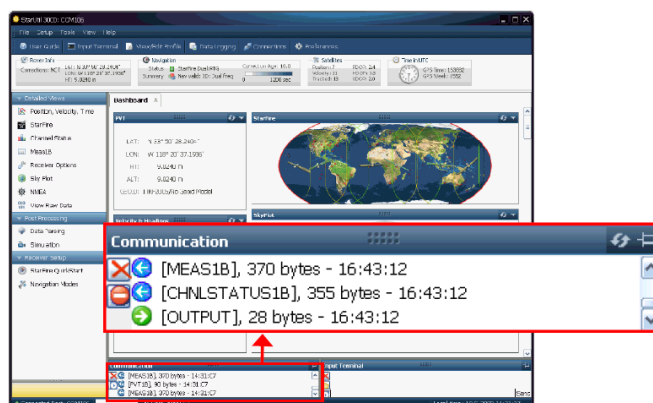

Figura 2: Janela *Communication* StarUtil-3000
7. Verifique que o SF-3050 esteja conectado ao PC. Veja mensagens na janela *Communication* que indica que uma conexão válida foi estabelecida na Velocidade de comunicação (baud rate) requerida (ver Figura 2).
16. Verifique se o SF-3050 está conectado ao PC. Role as mensagens na janela *Communication* que indica que uma conexão válida está estabelecida na taxa baud requerida (ver Figura 2).